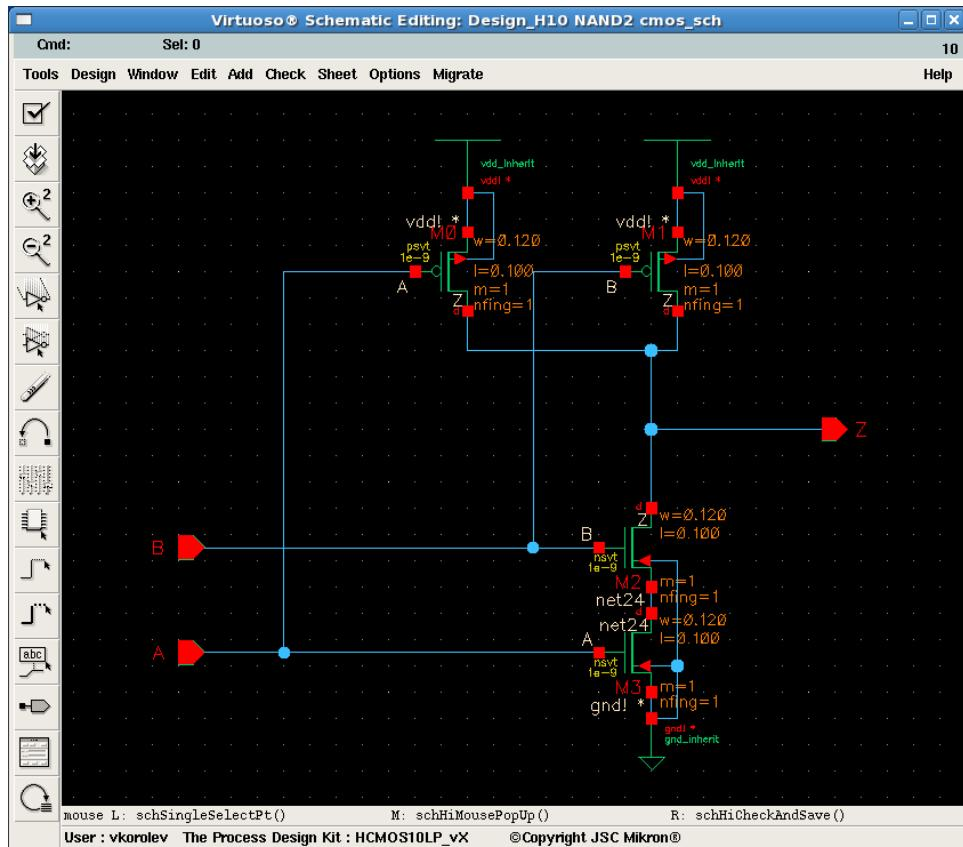

Рис. 4.4. Электрическая схема проекта.
- 3) В окне редактора Virtuoso Schematic Editor ввести электрическую схему элемента 2И-НЕ, используя примитивы из библиотеки **cmos090** (рис. 4.4).